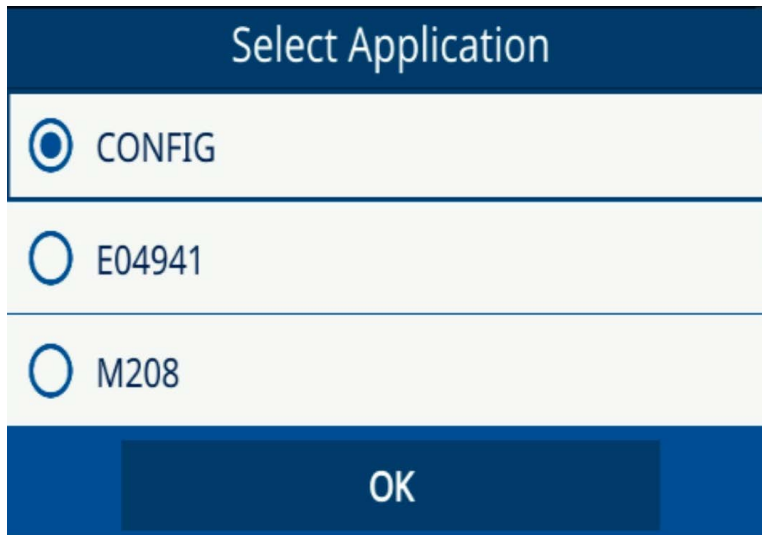

Figura 7-8 Janela Select Application (Selecionar aplicação)
3. Selecione a aplicação na janela pop-up e toque em **OK** (consulte Figura 7-8 na página 68).